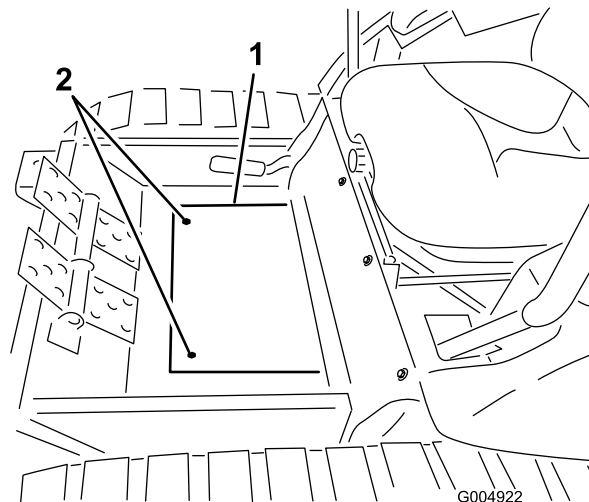

Figura 58
4. Instale a cobertura da chapa do piso (Figura 58).